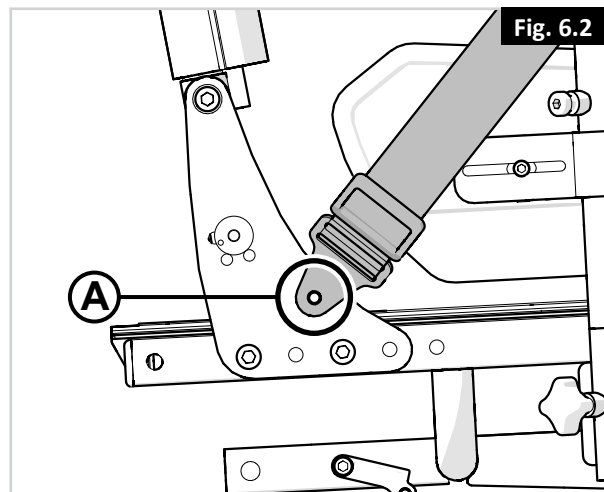

Fig. 6.2
1. Fije (A) al armazón del asiento con un tornillo a la izquierda y a la derecha. (Fig. 6.2)